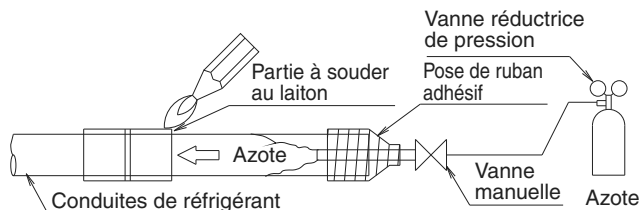

Fig. 14
- Lors du brasage des tuyaux de réfrigérant, commencez par remplacer l'azote ou faites le brasage (remarque 2) tout en alimentant les tuyaux de réfrigérant en azote (remarque 1), puis raccordez l'unité intérieure avec les raccords à écrou évasé. **(Reportez-vous à la Fig. 14)**